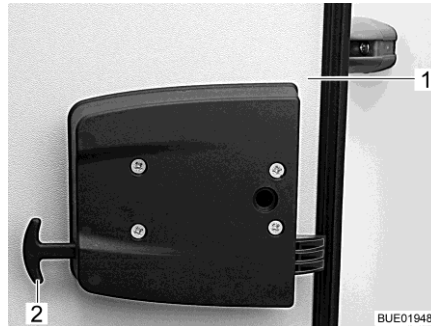

Fig. 77 Dispositif de déverrouillage de secours du portillon de garage
- Tirer sur les deux poignées du dispositif de déverrouillage de secours (Fig. 77,2).
- Pousser le portillon de garage (Fig. 77,1) vers l'extérieur.